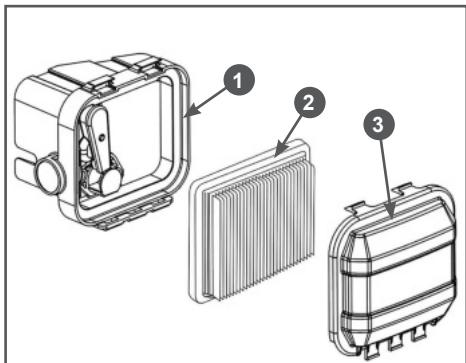

Рис. 9 Обслуживание воздушного фильтра
- Нажмите на фиксаторы и снимите крышку воздушного фильтра 3 (Рис. 9).
- Извлеките из корпуса 1 фильтрующий элемент 2 (Рис. 9).
- Произведите очистку крышки 3 воздушного фильтра и корпуса 1, не допуская попадания пыли и грязи в карбюратор (Рис. 9. 9).